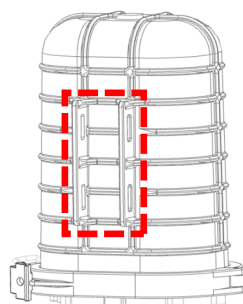

図 1
- ・下図 1 に示すクロージャ破線部を壁面に固定された壁取付金物の凸部に取り付け、ステンレスバンドとバックル各 2 個を用いてクロージャを壁取付金物にしっかりと固定する。